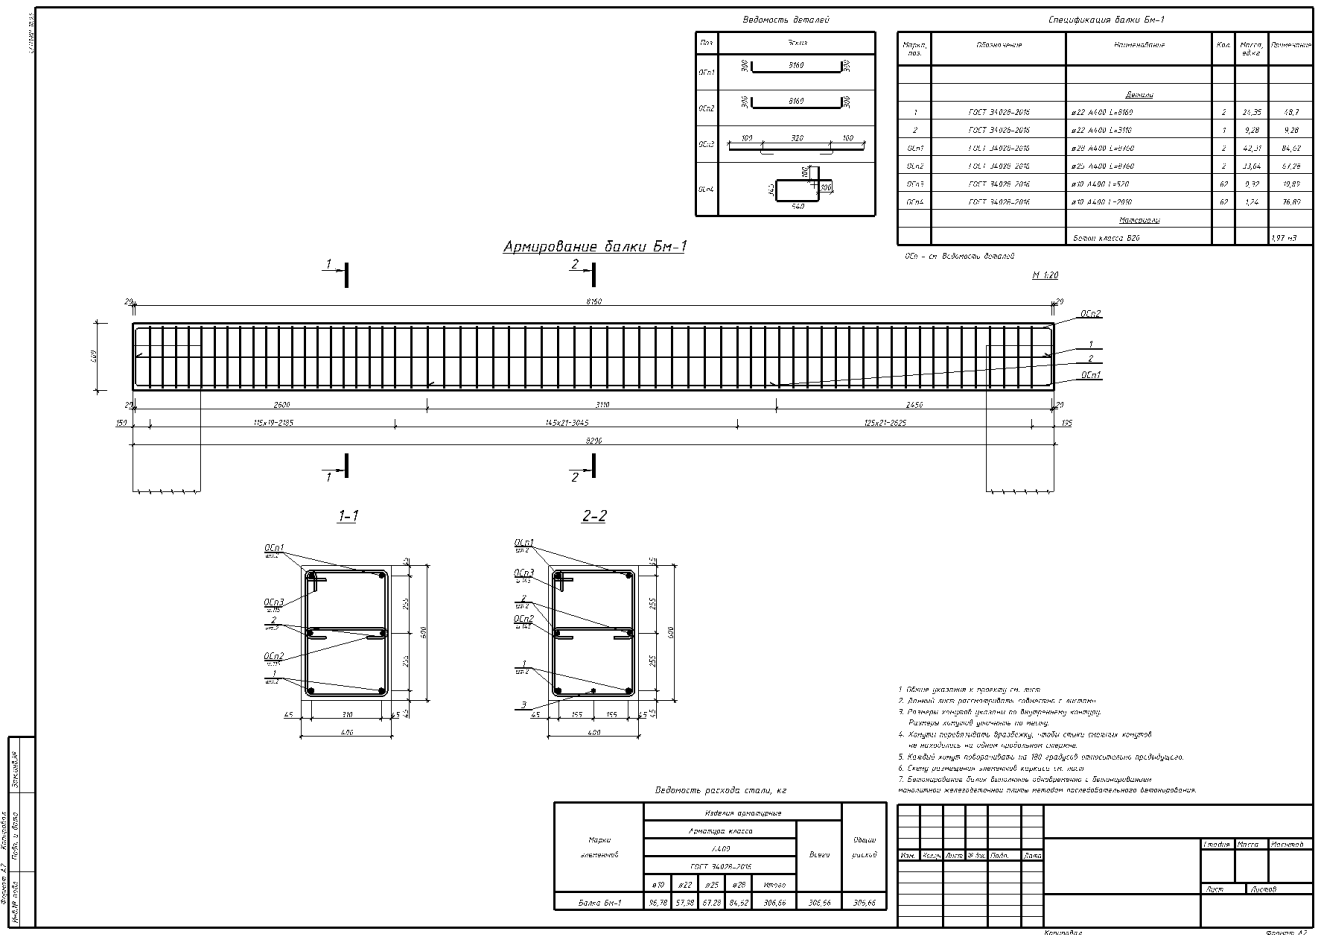

Рис. 27.34. Креслення армування балки
- У діалоговому вікні **Види** натисніть по рядку  **Бм-1** в папці **Складальні вузли** і утримуючи ліву кнопку миші, зтягніть модель армування балки на лист (рис. 27.34).